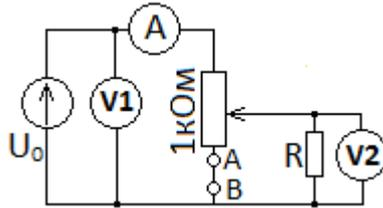

Рис. 5.5
2. Соберите цепь согласно схеме на рис. 5.5. Установите входное напряжение $U_0=10\text{В}$. Измерьте ток I и выходное напряжение U при каждом из положений потенциометра, заданных в табл. 5.2 значениями угла α . Измеренные величины внесите в таблицу.
3. В схеме рис. 5.5 замените сопротивление R в соответствии с табл. 5.1 и повторите измерения пункта 2. Результаты измерений запишите в табл. 5.3 аналогичную табл. 5.2.
4. В схеме рис. 5.5 уберите переключку АВ и повторите измерения пунктов 2, 3. Результаты измерений запишите в табл. 5.4, 5.5 аналогичные табл. 5.2.